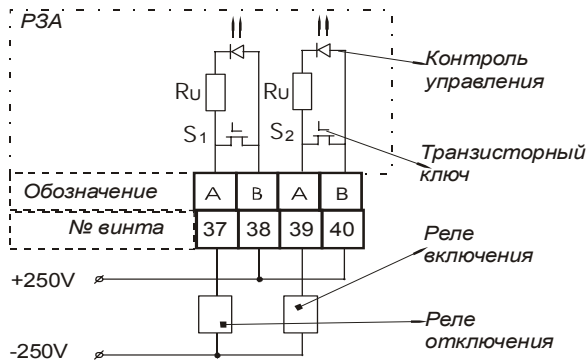

Рис.3-4. Схема подключения к катушкам управления.
3.3.5 Для управления коммутационным аппаратом устройство подключается к катушкам управления «включить» и «отключить». Устройство позволяет коммутировать постоянное или переменное напряжение 250 В до 5 А. Дополнительно встроена диагностика слабым током целостности управляющих цепей. Схема подключения приведена на рис. 3-4.